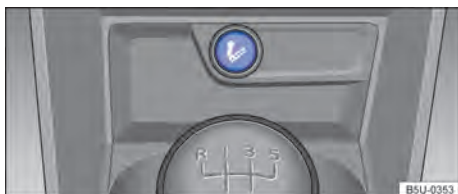

Fig. 94 En la consola central delantera: encendedor de cigarrillos.
- Con el motor en marcha, presionar el encendedor de cigarrillos → fig. 94.